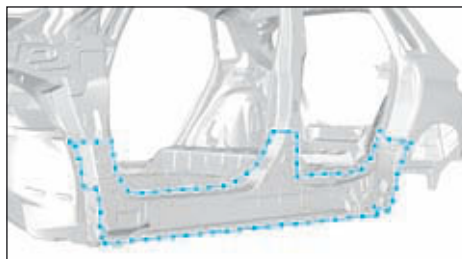

FIG.114
- Préparer les zones d'accostages sur la caisse et les protéger par un apprêt soudable indice "C7" (Fig.114).